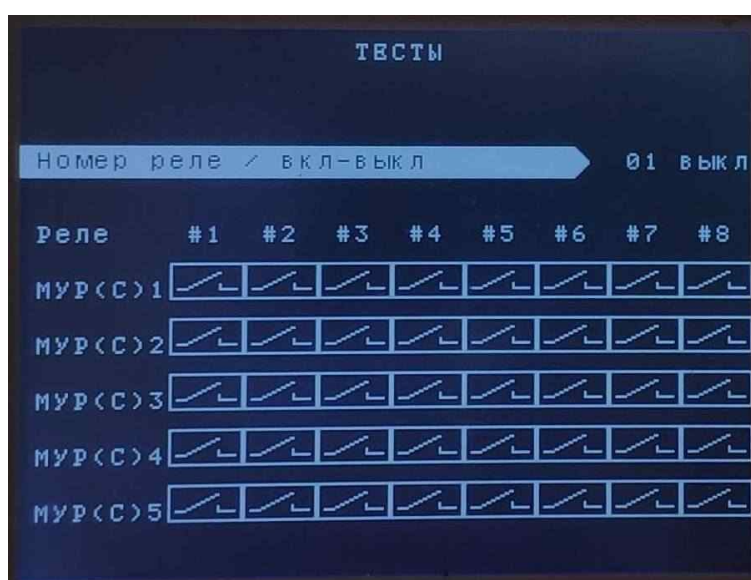
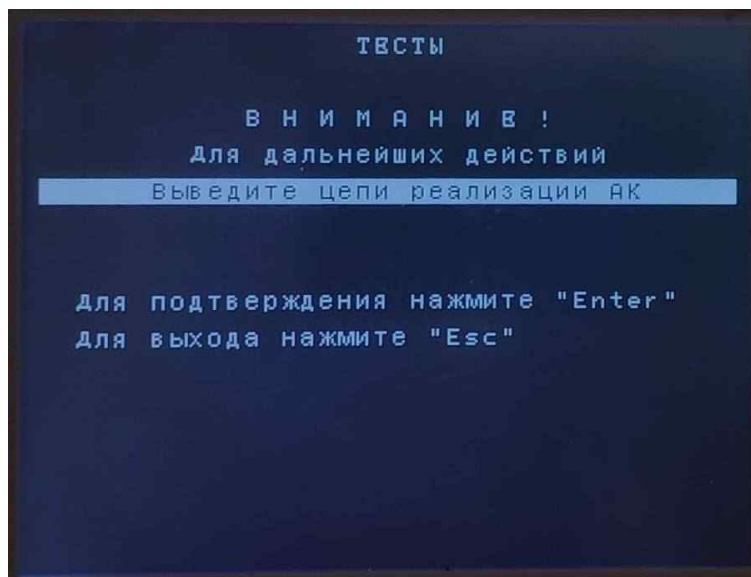

Рисунок 19 – Підрозділ «Реле ПА»
Рисунок 20 – Попередження при вході в підрозділ «Реле ПА»
3.2. «Реле ПА» - підрозділ призначений для тестового вмикання/вимикання реле команд протиаварійної автоматики (див. рисунок 19). При вході в підрозділ, виводиться попередження про необхідність виведення з роботи кіл реалізації команд (див. рисунок 20). Порядок роботи в даному режимі аналогічний п. 3.1.